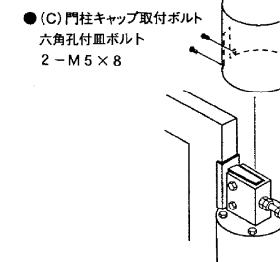

図5 門柱キャップの取付
④ 門柱キャップの施工
① 扉の取り付け・開閉具合・回転門柱内のボルトの締め具合等を確認して下さい。
② 図5の様に(C)門柱に門柱キャップ取付ボルトで門柱キャップを取付けます。